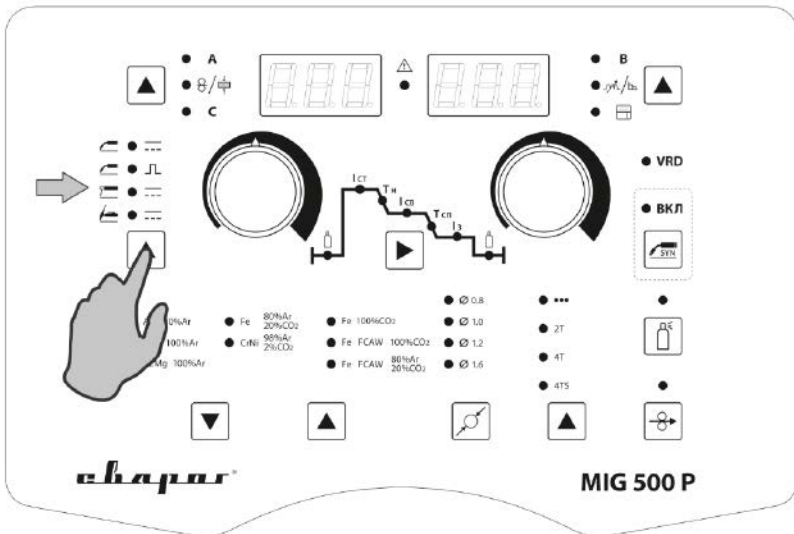

Рис. 10.1.1. Выбор способа сварки.
1. Перейдите в режим ММА (см. табл. 7.0.2, поз. 16, п. 4) на передней панели сварочного аппарата (см. рис. 10.1.1).